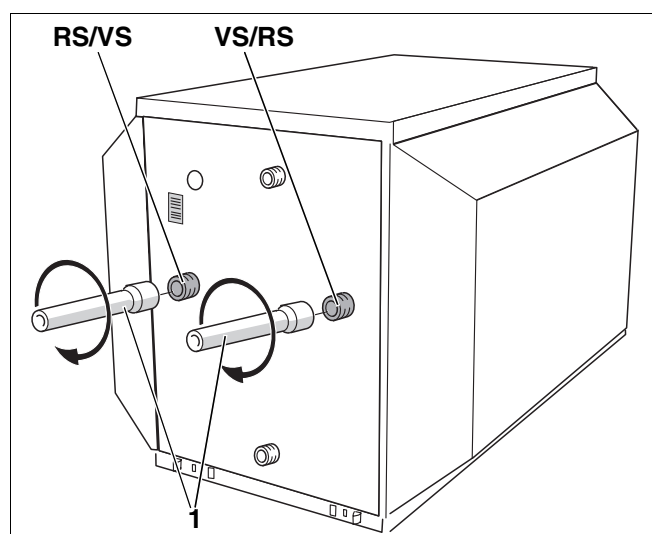

Fig. 7 Montage des tuyaux de support (partie arrière du préparateur)
- Fabriquer deux tuyaux de support (fig. 7, pos. 1) avec un manchon Rp1 chaque.